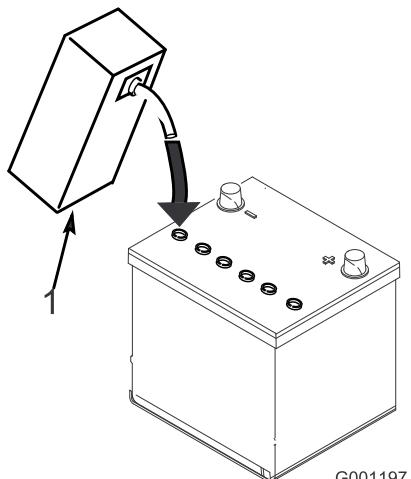

Figura 5
- Riempite con cautela ciascun elemento finché il livello dell'elettrolito non copre le piastre con 6 mm circa di fluido (Figura 5).